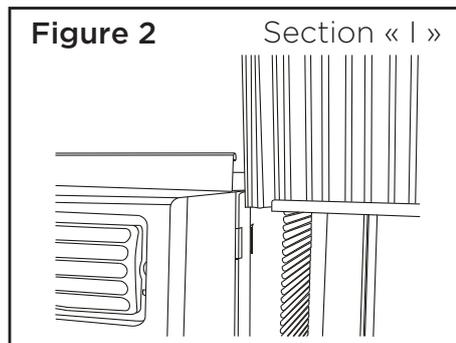

Figure 2
- B. Faites glisser les parties libre et « I » du panneau directement dans l'armoire, comme illustré en Figure 2. Faites glisser le panneau vers le bas. Veillez à laisser suffisamment d'espace pour glisser le haut et le bas du cadre dans les rails de l'armoire.